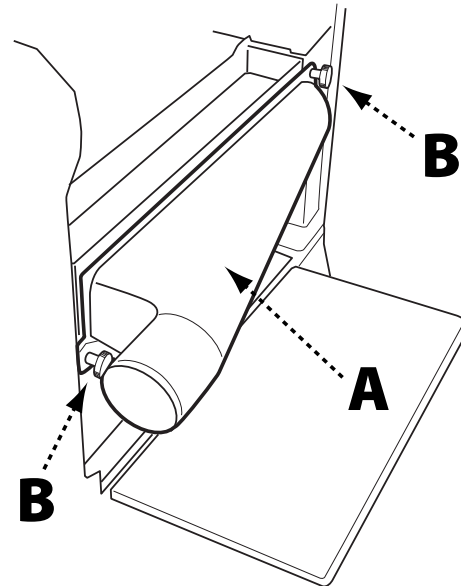

FIGURE 2
Consultez la Figure 2
1. Retirez le capteur de poussière en dévissant les deux boutons de verrouillage illustrés dans la figure 2.